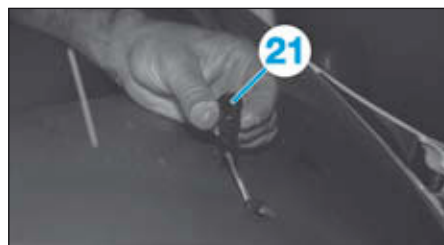

FIG.29
• Déposer et débrancher le connecteur (21) du détecteur d'enseillement (Fig.29).